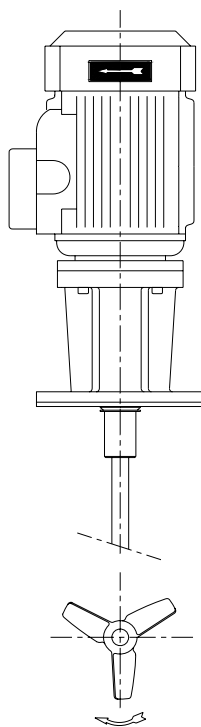

Figura 5.1
- Accertarsi che i giri dell'elica siano corretti (rispettare il senso orario visto dal lato dell'azionamento). Vedere figura 5.1.